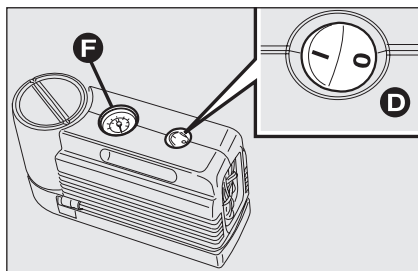
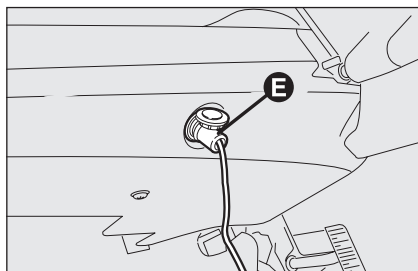

Abb. 10
Abb. 11
- ☐ sicherstellen, dass der Schalter **D-Abb. 10** des Kompressors ausgeschaltet ist (0), den Motor anlassen, den Stecker **E-Abb. 11** in die nächstgelegene Steckdose stecken und den Kompressor durch Drehen des Schalters **D-Abb. 10** auf Position **I** (Ein) einschalten. Den Reifen auf den vorgeschriebenen Druck gemäß des Abschnitts „Reifendruck“ im Kapitel „Technische Daten“ aufpumpen.
Für eine genaue Messung wird empfohlen, den Druck auf dem Manometer **F-Abb. 10** bei ausgeschaltetem Kompressor zu prüfen;